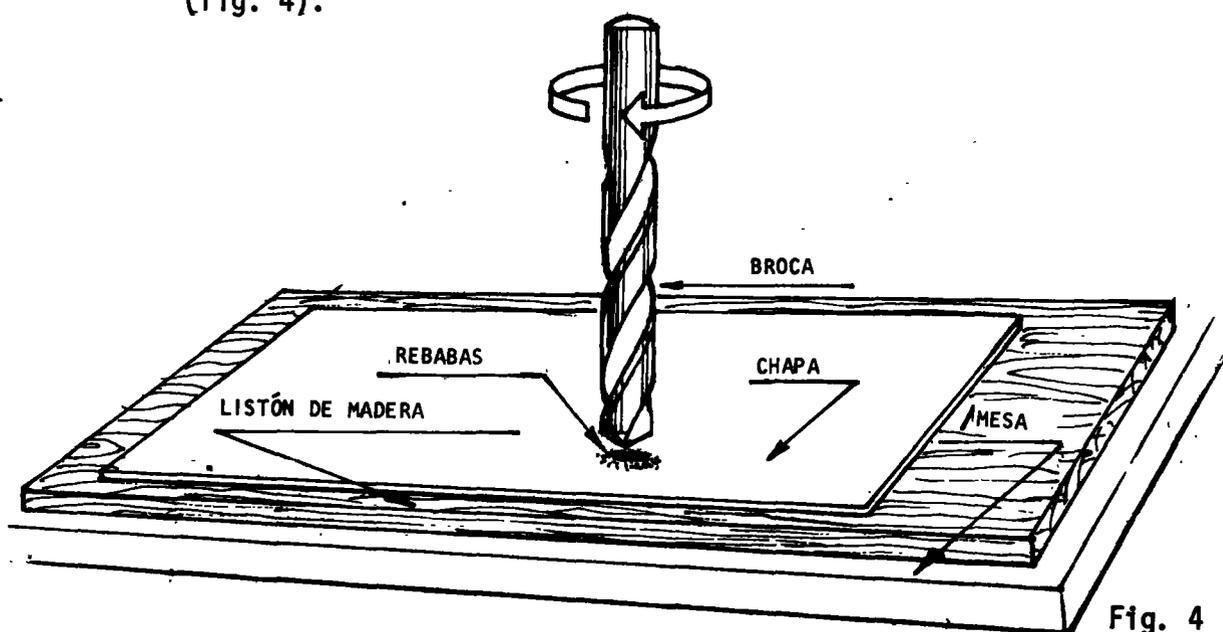

Fig. 4
- d Haga avanzar la broca poco a poco hasta que la punta comience a desbastar el metal y continúe hasta haber eliminado la rebaba (fig. 4).